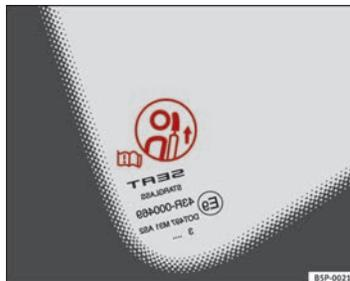

Fig. 6 Etiqueta de advertencia posición apoyacabezas
- Bajo ningún concepto, los pasajeros de los asientos posteriores viajarán con los apoyacabezas en posición de no uso. Ver etiqueta de advertencia situada en el cristal de la ventanilla lateral posterior fija ⇒ fig. 6.